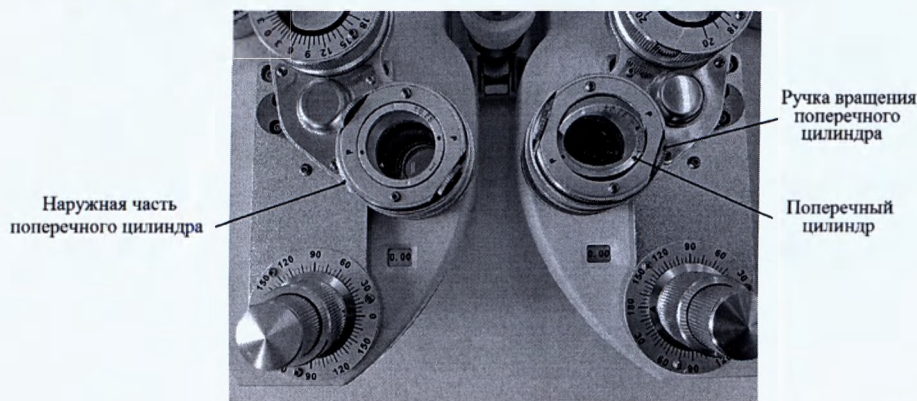

Рисунок 12
6.4.2 Поверните наружную часть поперечного цилиндра для регулировки оси ручки вращения поперечного цилиндра (7) в то же направление, что и астигматическую ось (рисунок 12) . Поворачивайте до щелчка.